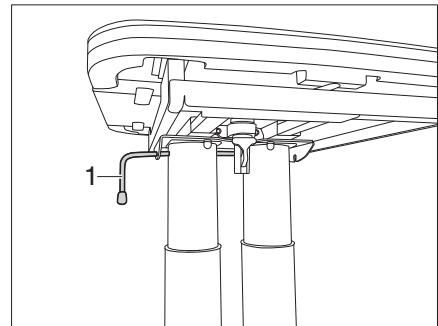

Fig. 115 Bloquear la mesa
- Girar la palanca de bloqueo (Fig. 115,1) hacia la derecha. La mesa elevadora está bloqueada.
- Soltar la palanca de bloqueo (Fig. 115,1).
- Girar la palanca de bloqueo (Fig. 115,1) hacia la izquierda. El bloqueo está abierto.